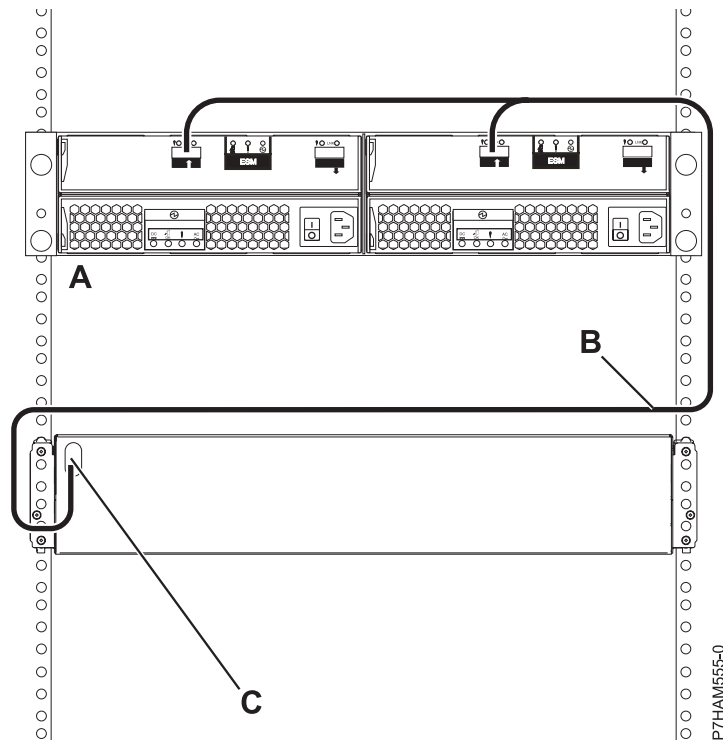

Figure 13. Connexion d'un boîtier d'unité de disque 58/86 à l'aide d'un câble Y1 à un système avec prise en charge d'un tiroir SAS unique
- h. Effectuez la connexion d'un boîtier d'unité de disque 58/86 (A) à l'aide d'un câble YI (B) à un système avec prise en charge d'un tiroir SAS unique (C), comme illustré dans la figure 13, à la page 13.